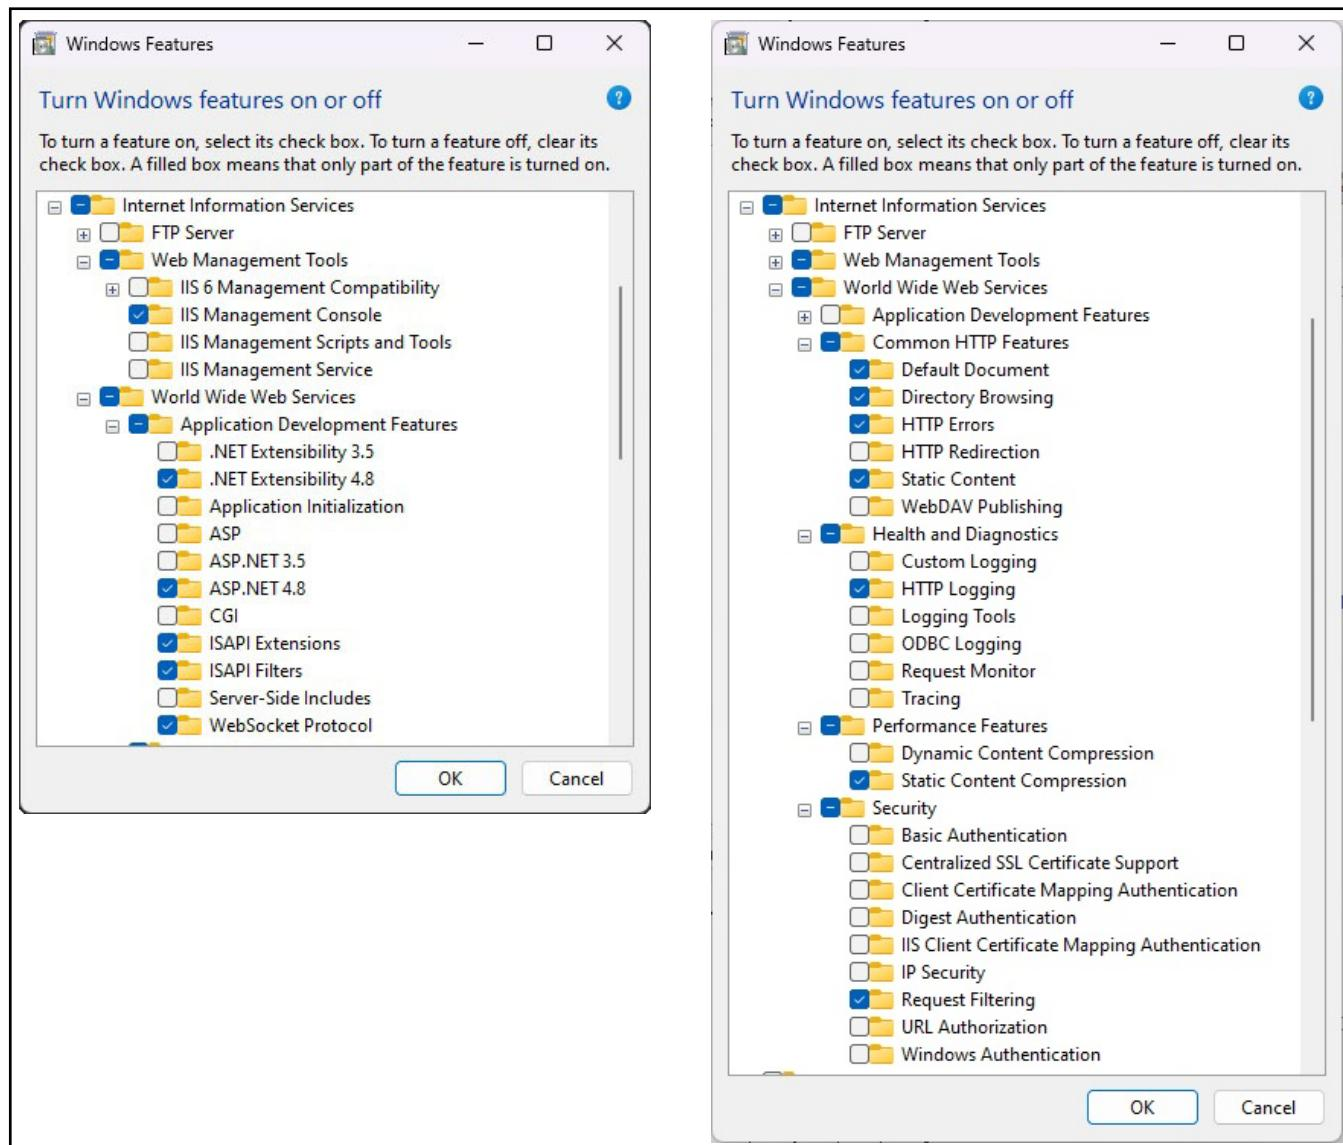

Figura 2-17. Características de Windows configuradas
- B.1 Aparece la ventana de características de Windows (consulte la Figura 2-17 en la página 16).
- B.2 Expanda el árbol de **Internet Information Services** y active las casillas de verificación tal y como se muestra en la Figura 2-17.